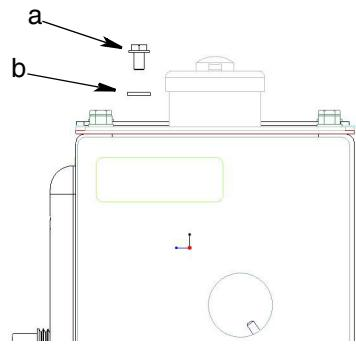

Рис. 2
1. Ослабьте винт заземления (а) (Рис. 2) и поместите один конец провода заземления (не менее 12 размера, или 1,5 мм) между винтом заземления и шайбой (б).